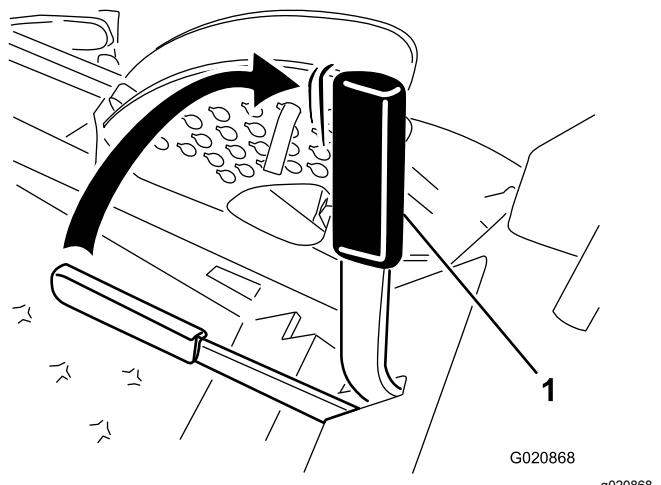

Bild 14
2. Ziehen Sie den Feststellbremshandhebel nach hinten und oben, um die Feststellbremse zu aktivieren (Bild 14).